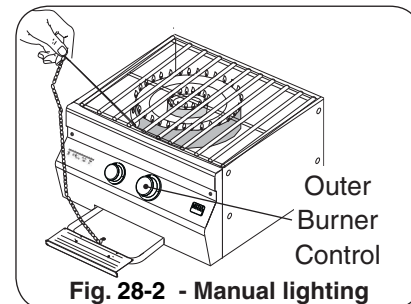

Fig. 28-2 - Manual lighting
AVERTISSEMENT: Ne mettez pas la main directement au-dessus du brûleur en s'allumant mais au loin au côté comme montré (Fig. 28-2).
- 2a. Insérez un allumeur brûlant de butane de long-baril, une allumette brûlante de long-tige, ou une allumette brûlante tenue par un support de prolongation de fil par les grilles à cuire au brûleur désiré à allumer (Fig. 28-2). Avec la flamme toujours à côté du brûleur, diminuez le bouton de commande de correspondance (bouton externe de droite de brûleur, brûleur intérieur laissés le bouton), et tout en pressant le tour il dans le sens contraire des aiguilles d'une montre dans la position LÉGÈRE de HI. Enlevez l'allumeur ou assortissez quand le brûleur s'allume, et libérez le bouton de commande.
3. Si le brûleur ne se allume pas dans les cinq (5) secondes de tourner le bouton de commande, tournez immédiatement le bouton de commande de brûleur à la position de repos. ATTENDEZ CINQ MINUTES avant de répéter les étapes 2 et 3 des INSTRUCTIONS MANUELLES D'ÉCLAIRAGE.